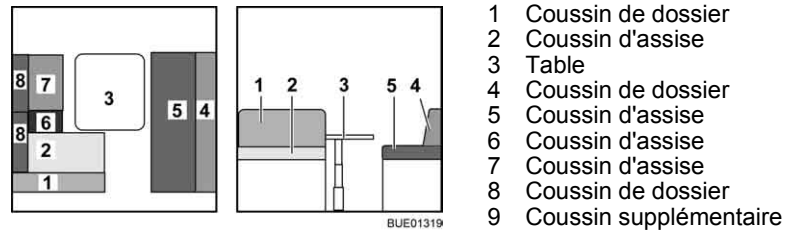

Fig. 145 Avant la transformation
- Convertir la table (Fig. 145,3) en sommier de lit (voir paragraphe 6.10).
- Retirer les coussins de dossier (Fig. 145,1 et 8) et les placer de côté.